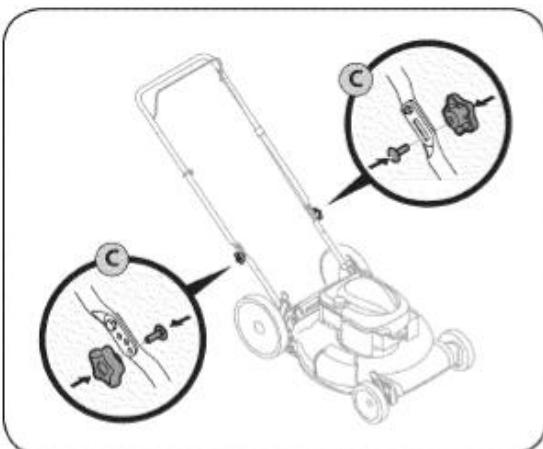

РИС. 5
- C. Заново установите ранее выкрученные барашковые гайки и болты с буртиком в нижние отверстия рукоятки, как показано на Рис. 5.